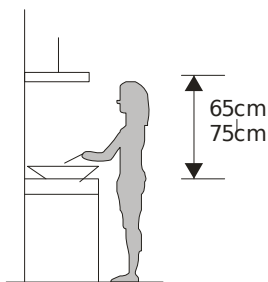

Рис. 1
3.1. Разместите кухонную вытяжку на расстоянии 65-75 см от газовой варочной поверхности (55 см для электрической поверхности) до нижней части верхнего стекла для достижения наилучшей производительности вытяжки. См. рис. 1.